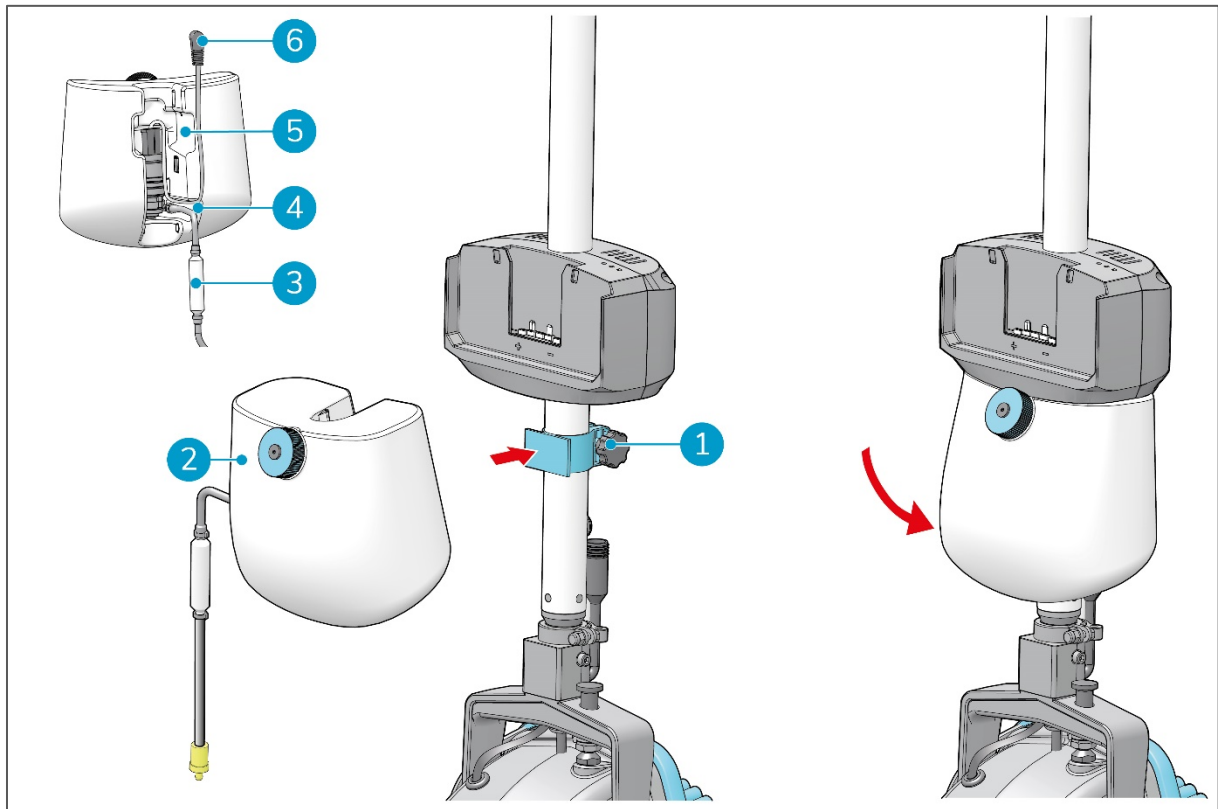

Figura 14
1. Far scorrere il serbatoio (Figura 14, pos 2) sopra il porta serbatoio blu (Figura 14, pos 1). Assicurarsi di inserire il porta serbatoio blu nella tacca (Figura 14, pos 5).
2. Guidare il cavo di alimentazione (Figura 14, pos 6) e il tubo flessibile del serbatoio (Figura 14, pos 3) attraverso l'incavo nel serbatoio (Figura 14, pos 4).